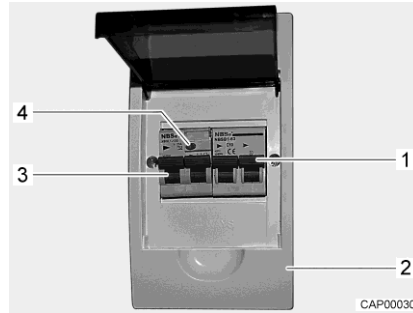

Fig. 64 Interruptor de protección de línea e interruptor FI (caja de fusibles de 230 V)
- Desconectar el interruptor de protección de línea (Fig. 64,1) en la caja de fusibles (Fig. 64,2).
- Al estar el vehículo conectado a la alimentación de 230 V, pulsar la tecla de prueba (Fig. 64,4) del interruptor de corriente de defecto (interruptor FI) (Fig. 64,3) en la caja de fusibles (Fig. 64,2). Se debe activar el interruptor de corriente de defecto.
- Volver a conectar el interruptor de corriente de defecto (Fig. 64,3).